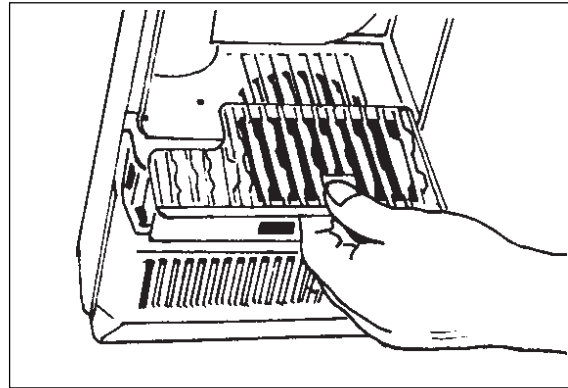

Figura 6
**NOTA: Instale la tapa del filtro con la abertura hacia la parte posterior del alojamiento del depósito. Consulte la figura 6.**